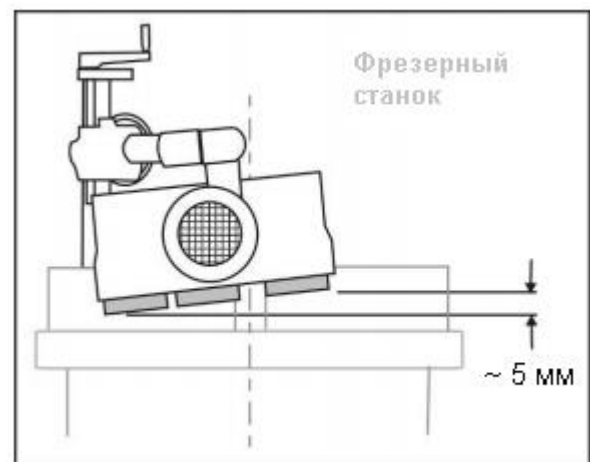

Рисунок 18
3. Если устройство автоподачи находится в горизонтальном положении, оно должно быть слегка наклонено к рабочему столу в направлении подачи, чтобы заготовка оставалась плотно прижатой к столу. Иначе говоря, выходной ролик должен быть примерно на 5 мм ближе к столу, чем входной ролик (см. рисунок 18).
4. Если устройство автоподачи находится в боковом положении или под углом для заготовок со скошенной кромкой, ось фрезы должна находиться между подающим роликом и центральным роликом (между двумя центральными роликами для моделей с 4-мя роликами) (см. рисунок 18). Центральный ролик НЕ должен располагаться напротив проема между упорами, а должен располагаться напротив упора.